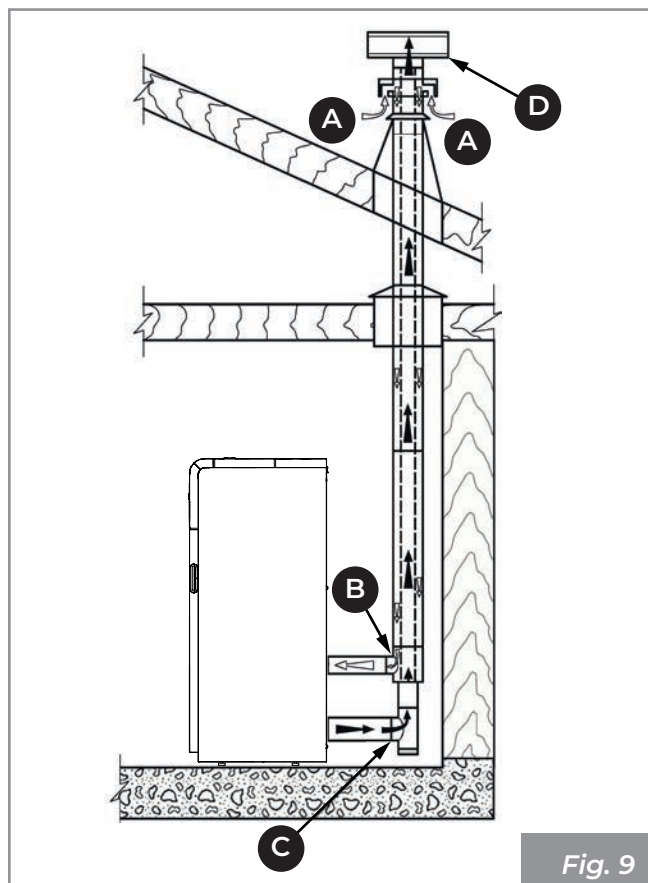
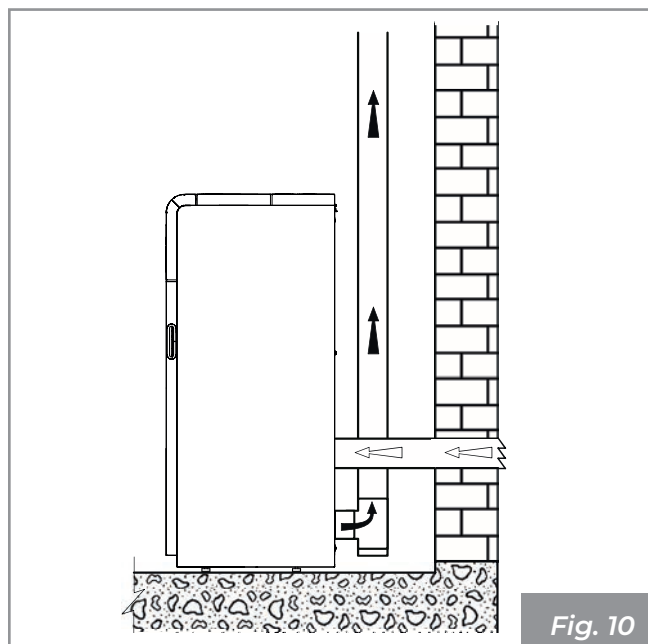

Fig. 9
Fig. 10
- provenire direttamente dall'esterno con collegamento diretto alla camera di combustione (Fig. 9 - Fig. 10).
- canalizzare l'aria comburente sfruttando un tubo di scarico coassiale per l'espulsione dei fumi e il prelievo dell'aria (**Fig. 9 - A, B = Ingresso aria, C, D = Uscita fumi**); pertanto non è necessario fare una classica presa d'aria nel locale;
- collegare l'ingresso dell'aria comburente dell'apparecchio alla presa d'aria con un apposito condotto (**Fig. 10**).